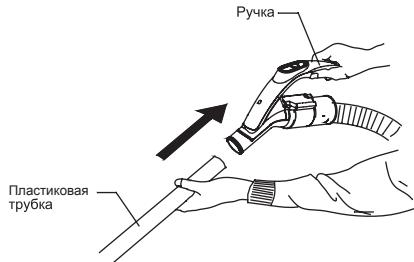

Рис. 1
Подсоедините трубку (11) к ручке гибкого шланга (10) (Рис. 1).